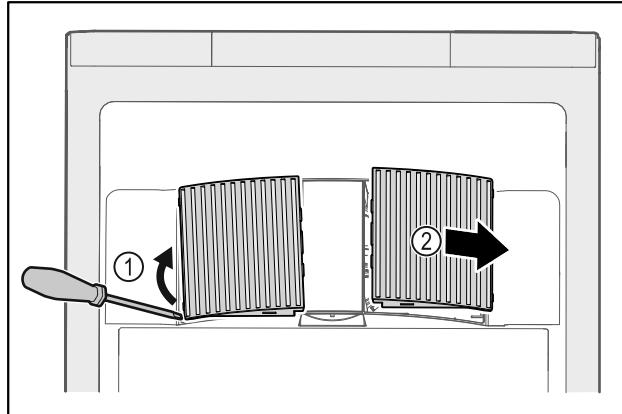

Fig. 165
- Ventilatorabdeckungen vorsichtig von der Seite heraushebeln Fig. 165 (1) und nach vorne abnehmen Fig. 165 (2).